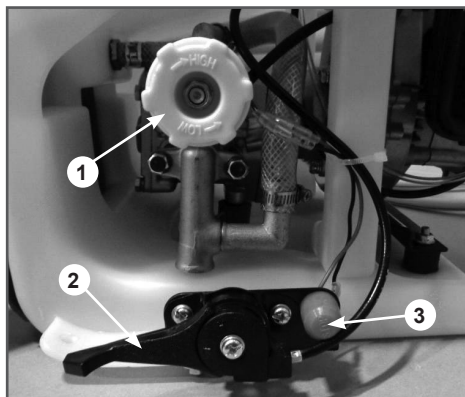

Рис. 5 Органы управления
2. Перед запуском двигателя убедитесь, что регулятор давления 1 (Рис. 5) находится в положении минимального давления (повернут против часовой стрелки до упора).
6. Рычаг газа 2 (Рис. 5) переведите в среднее положение.
- a) регулировки оборотов двигателя рычагом газа 2 (Рис.5) – чем ниже обороты, тем меньше давление. Если вам нужно максимальное давление, установите максимальные обороты. Если давление невысокое, для экономии топлива установите обороты на $\frac{3}{4}$ от максимума.
- b) регулировки давления регулятором давления 1 (Рис.5) – при вращении по часовой стрелке давление увеличивается, при вращении против часовой стрелки – уменьшается.